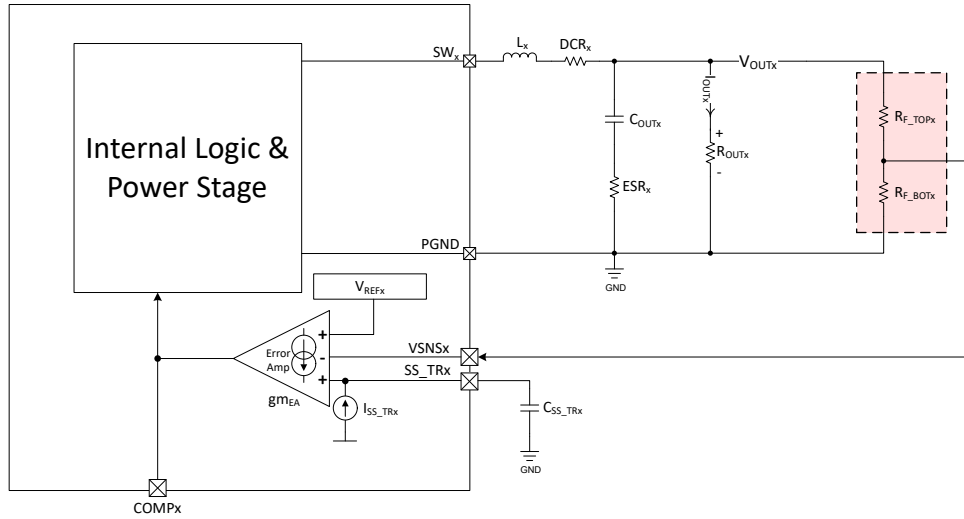

图 8-1. 利用电阻分压器进行  $V_{OUTx}$  编程
输出电压通过电阻分压器设置。在输出电压节点 ( $V_{OUTx}$ ) 到 VSNSx 引脚之间, 连接一个顶部电阻器, 在 VSNSx 到 GND 之间连接一个底部电阻器。如需了解更多连接配置, 可参阅图 8-1。德州仪器 (TI) 建议使用容差为 0.1% 的电阻器。